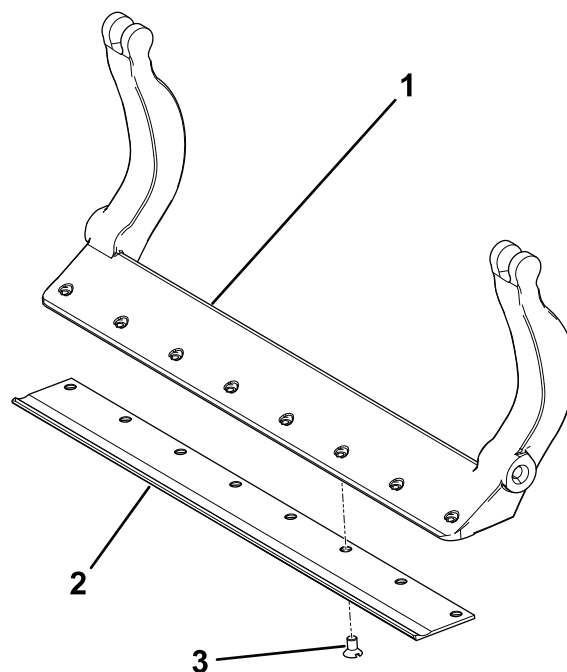

Figura 40
3. Aplique composto antigripagem nos parafusos e instale a lâmina de corte na barra de apoio da seguinte forma (Figura 40):
- A. Aperte os dois parafusos exteriores com 1 N·m; consulte a Figura 40.
- B. Trabalhando a partir do centro da lâmina, aperte os parafusos com 23 a 28 N·m; consulte a Figura 40.